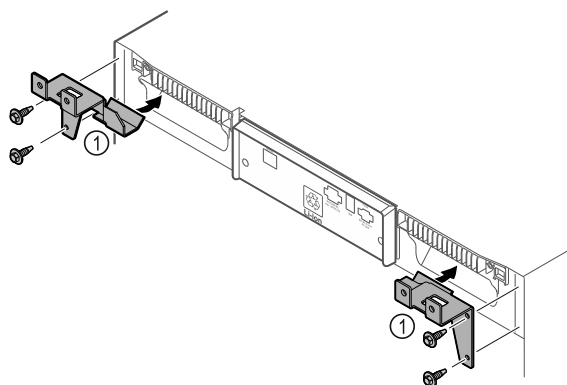

Fig. 52
- Montare i componenti di tenuta Fig. 52 (1) con viti autofilettanti sul dispositivo.